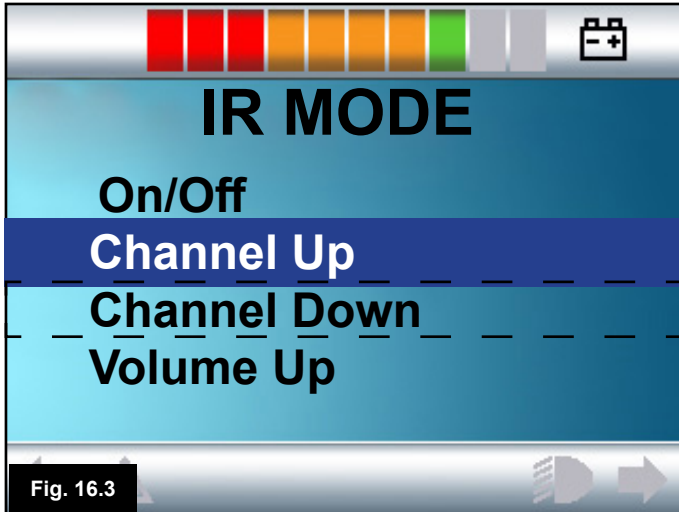

Fig. 16.3
3. Ved å skyve joysticken mot høyre eller venstre vil undermenyen for den valgte enheten åpnes, hvor du vil alle IR-kommandoene for enheten (Fig 16.3).
4. Ved å skyve joysticken forover, vil alternativet over det som fortiden vises, utheves (Fig 16.3).